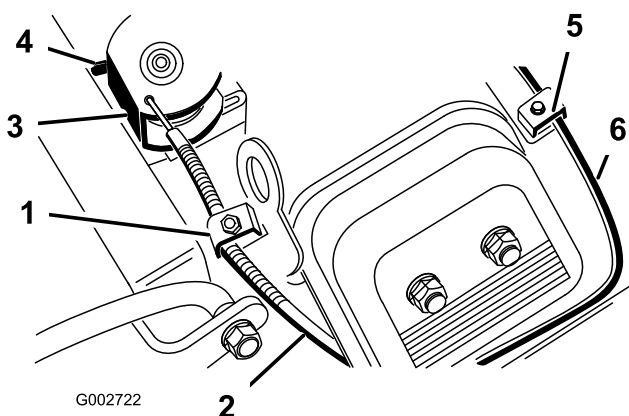

Figure 39
2. Desserrez la vis de collier qui fixe le câble d'accélérateur sur le moteur (Figure 39).
- Tirez fermement sur le câble d'accélérateur jusqu'à ce que l'arrière du pivot atteigne la butée (Figure 39).
- Desserrez la vis de collier qui fixe le câble de starter sur le moteur (Figure 39).
- Tirez fermement sur le câble de starter (Figure 39), jusqu'à ce que le papillon soit complètement fermé, puis serrez la vis du collier de câble.